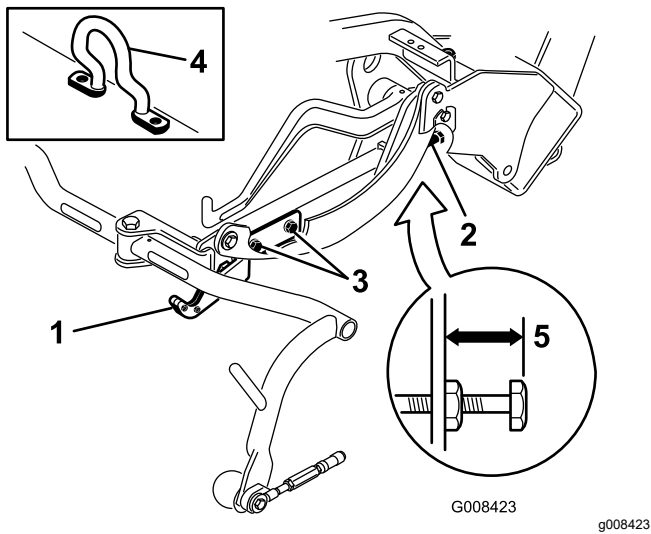
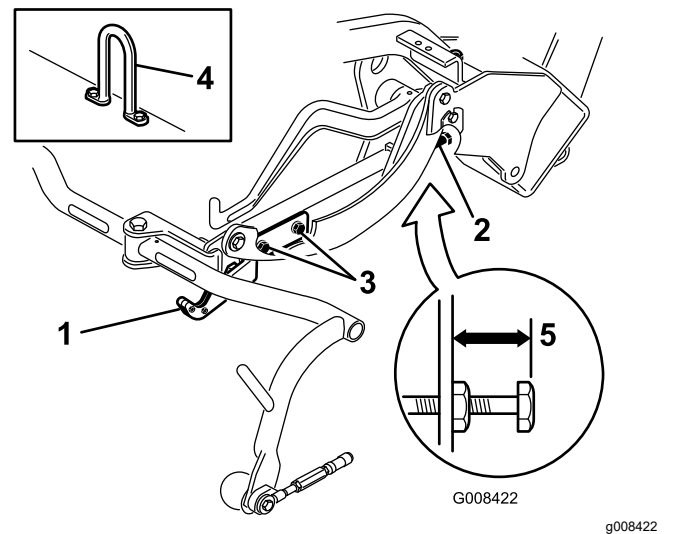
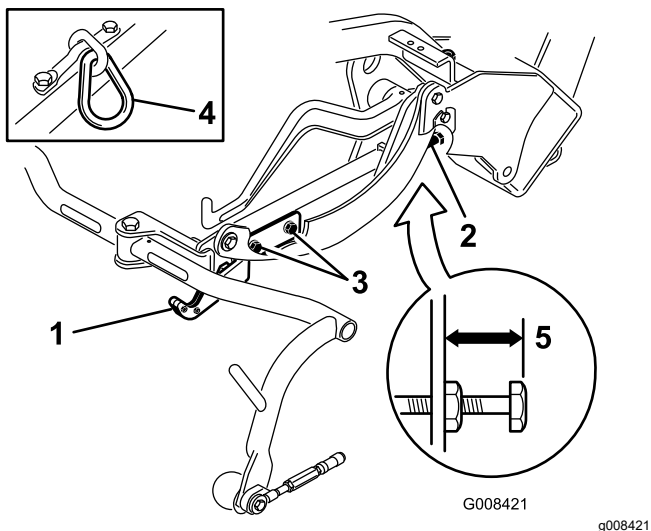

图 10
图 12
图 11
检查行驶高度 图 11和图 12必要时进行调节。
2. 在配备偏置吊钩的滚刀组 图 10插页上确认从承载架调节螺丝的顶部到承载架背面的距离是否为 25 mm。如果距离不是 25 mm 请转至步骤 4。
3. 在配备链节或垂直吊钩的滚刀组图 11和图 12 插页上确认从承载架调节螺丝的顶部到承载架背面的距离是否为 22 mm。如果距离不是 22 mm请转至步骤4。如果滚刀组配备了偏置提升杆图 10 请转至下一步。
4. 拧松行走板安装螺丝图 11、图 12 和图 10。
7. 如果承载架高度不同请拧松承载架调节螺丝上的锁紧螺母图 10、图 11 和图 12。向外旋转螺丝可升起向内旋转可放低。达到适当高度后拧紧锁紧螺母。